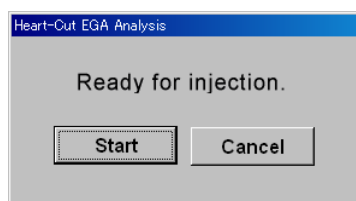

Fig. 4.19 Heart-Cut EGA Analysis のスタートダイアログボックス
- (7) “START”ボタンを押して下さい。
- (8) GC、加熱炉、インターフェース、選択的試料導入装置、マイクロジェット・クライオトラップなどの準備ができると Fig. 4.19 のダイアログボックスが表示されますので、熱分解装置上部のダブルショットサンプラーを手動で押し下げて、試料カップを加熱炉内に挿入して下さい。その直後にダイアログボックス中の“Start”ボタンをクリックするか PC キーボードの“ENTER”キーを押して下さい。